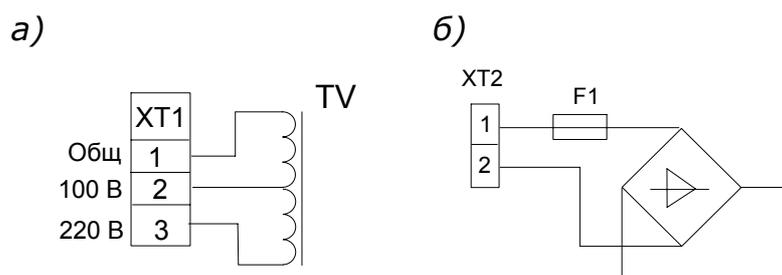

Рис. 48 Входы напряжения блоков БПНТ-2 (а) и КБП-301 (б)
- имеющие разделительный трансформатор *TV*, первичная обмотка которого выполнена с отводами на промежуточные значения напряжения (рис. 48, а);
- без разделительного трансформатора, в котором сетевое напряжение (независимо от рода тока) поступает непосредственно на выпрямительный мост (рис. 48, б).
Мощность разделительного трансформатора, показанного на рис. 48,а должна быть рассчитана на передачу номинальной мощности блока при отсутствии сигнала на токовых входах.